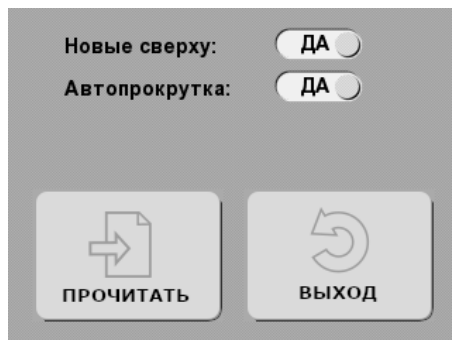

Рис. 6. Окно меню «ЖУРНАЛ»
4) однократное нажатие на конфигурируемый параметр (например, «ЖУРНАЛ→Автопрокрутка», рис. 6), вызывает изменение этого параметра.
- 2) перейдите в меню «ЖУРНАЛ» (МЕНЮ→ЖУРНАЛ; рис. 6);